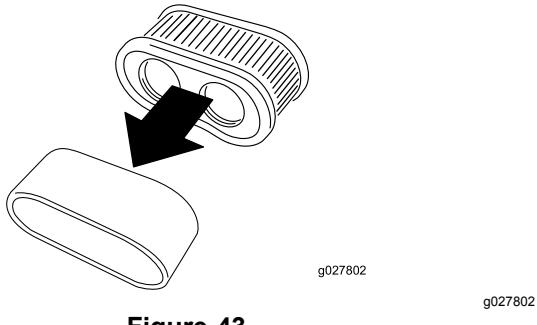

Figure 43
5. Retirez l'élément en mousse de l'élément en papier (Figure 43).